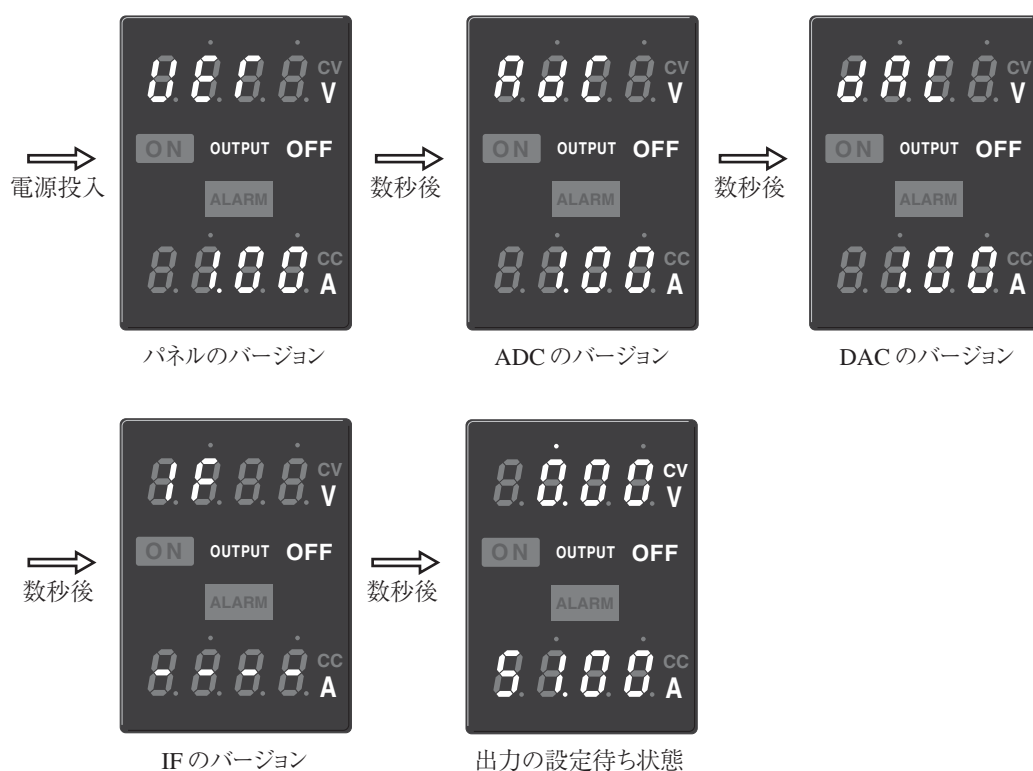

図 A-1 バージョン表示の遷移
2. 図 A-1 のように表示部に 4 種類のバージョンが数秒間ずつ表示されていきます。